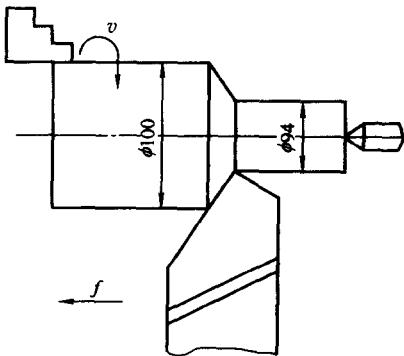

图 1-3 【例 1-1】图示
**【例 1-1】** 车削外圆时，已知工件转速  $n = 320 \text{ r/min}$ ，车刀移动速度  $v_f = 64 \text{ mm/min}$ ，其他条件如图 1-3 所示，试求切削速度  $v_c$ 、进给量  $f$ 、切削深度  $a_p$ 。